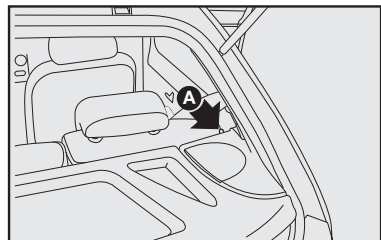

fig. 122
4) Desenganche el respaldo, utilizando las palancas laterales **A-fig. 122** ó **123** en el sentido de la flecha.
En algunas versiones es posible ampliar parcialmente el baúl, inclinando el cojín individual o el doble. Para eso, desbloquee la palanca derecha o izquierda **A-fig. 122** ó **123** y incline hacia adelante el cojín deseado hasta obtener una superficie de carga única.